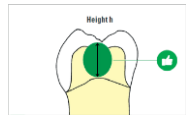

Рис. 2 Предельно возможная высота
- Высота поверхностей соединителей максимальная из возможных (рис. 2).
- Высота должна быть не меньше ширины (рис. 2 и 3).